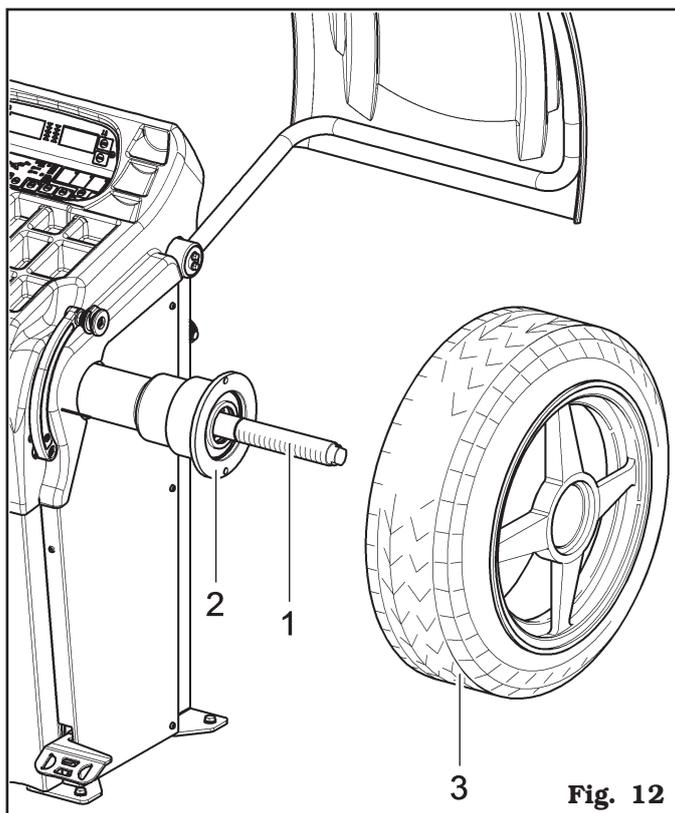

Fig. 12
5. Antes de montar la rueda, limpiar el mandril (Fig. 12 ref. 1).
6. Montar la rueda (Fig. 12 ref. 3) con la parte interna de la llanta hacia la equilibradora, hasta llegar contra la brida de apoyo (Fig. 12 ref. 2).